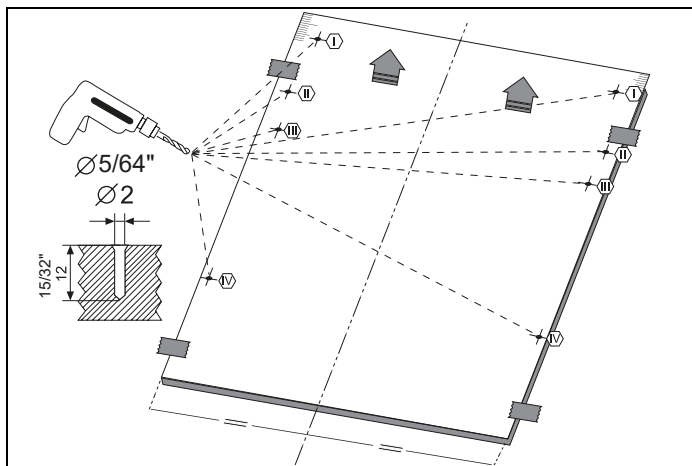

Fig. 26
- 3) Comme illustré dans la Fig. 26 , le trou de vis est ouvert sur la porte extérieure à partir des points indiqués sur le gabarit de montage. Diamètre du foret : 5/64" (2 mm)